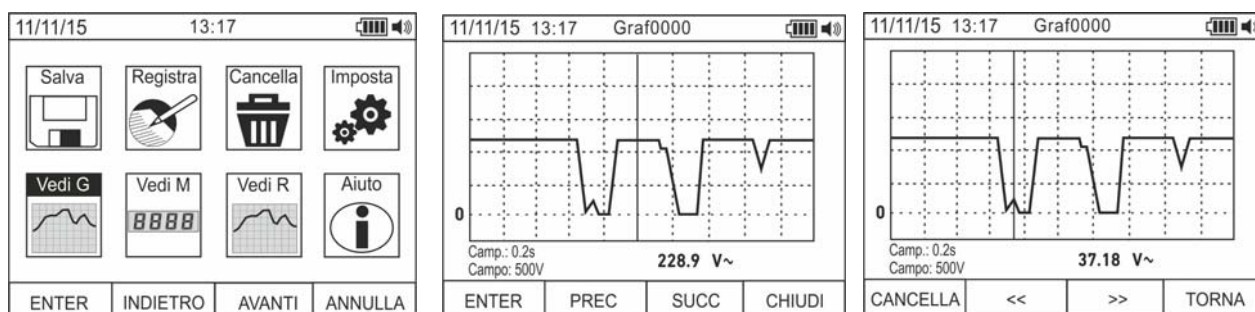

Fig. 18: Richiamo grafici a display
27. Usare i tasti **F2** o **F3** per selezionare l'icona "Vedi G" e premere il tasto **F1** (vedere Fig. 18 – parte sinistra)
28. Usare i tasti **F2 (PREC)** o **F3 (SUCC)** per selezionare il grafico desiderato tra quelli salvati nella memoria dello strumento e premere il tasto **F1 (ENTER)** per aprire il grafico (vedere Fig. 18 – parte centrale)
29. Usare i tasti **F2 (<<)** o **F3 (>>)** per muovere nelle due direzioni il cursore presente all'interno del grafico osservando il corrispondente valore nella parte bassa del display (vedere Fig. 18 – parte destra)